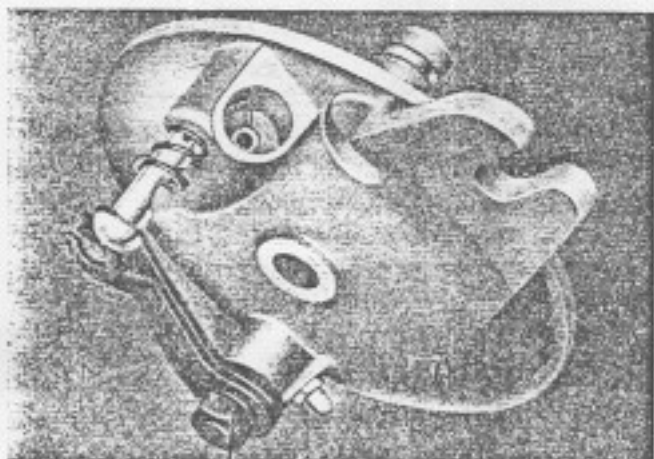

Bild 163. Arretierbolzen mit Druckfeder einsetzen
- b). a) 6. Arretierbolzen Nr. 122882-0 und Druckfeder Nr. 122883-0 in kleine Bohrung der Gegenhalteplatte so einsetzen, daß die in den Bolzen eingefräste Rundung nach der Bohrung zeigt (Bild 163). In dieser Stellung den eingedrückten Arretierbolzen mit Kerbstift 2×14 mm KS 3 Nr. 20633 verstiften. (Stift mit einem Dorn einschlagen.)